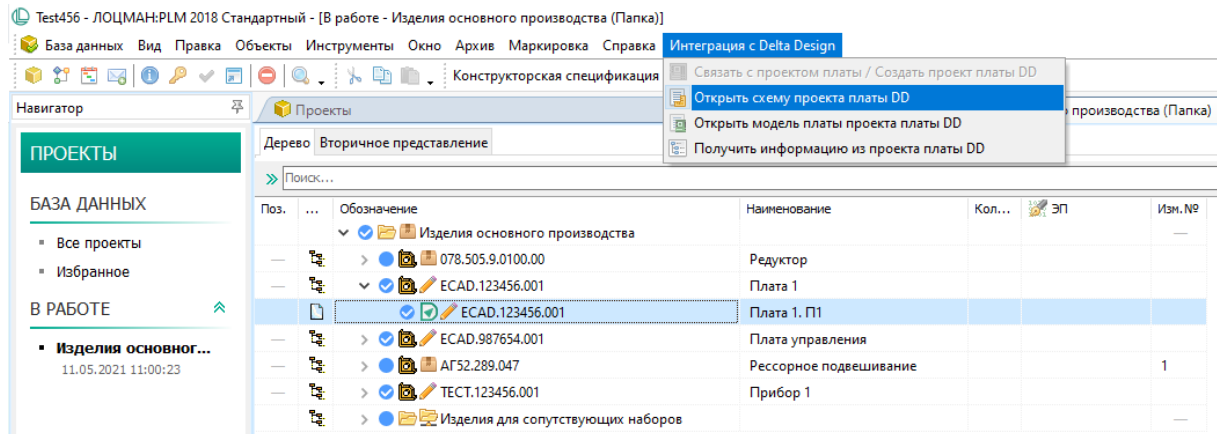

Рис. 6. Открытие из ЛОЦМАН:PLM схемы проекта в Delta Design
2. В структуре проекта ЛОЦМАН:PLM перейти к документу типа «Проект платы DD», см. Рис. 6;